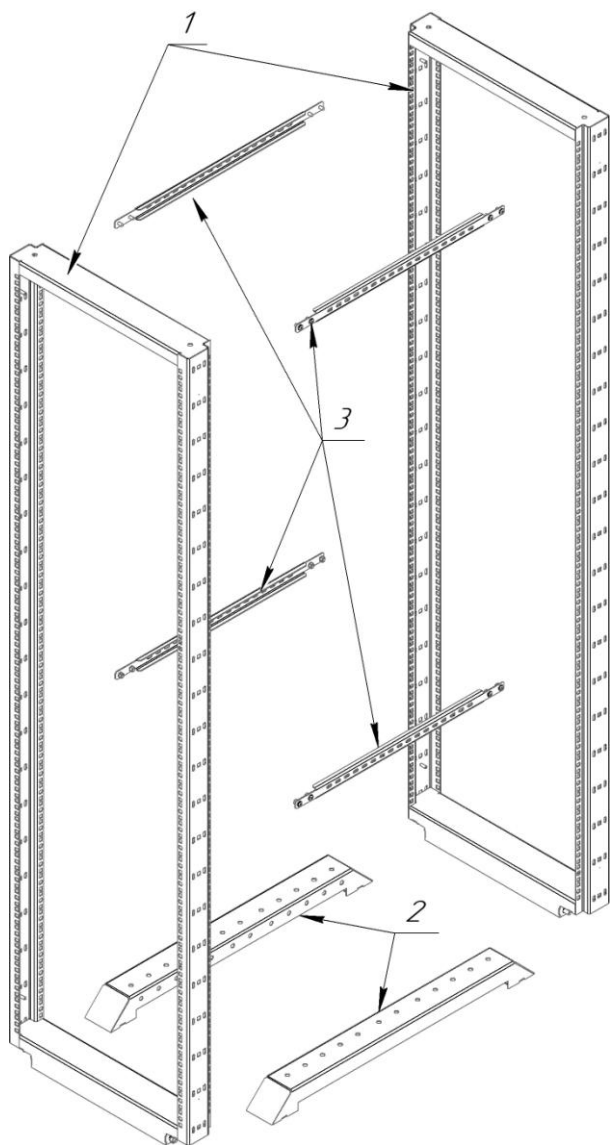

Рис. 1. Схема сборки.
1. Установить рамы поз. 1 (Рис. 1) на основания поз. 2 и зафиксировать винтами с внутренним шестигранником и гайками М8.